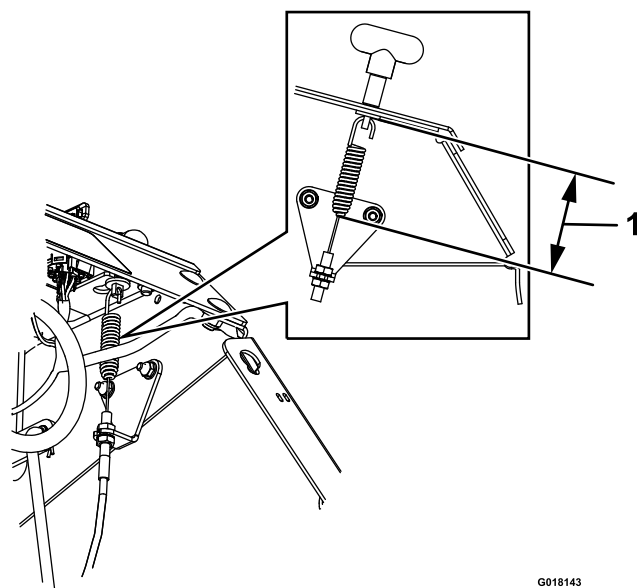

Figura 18
- Ajuste la posición de la tuerca hasta obtener un espacio de 7,9 cm desde la parte inferior del acoplamiento hasta el extremo inferior del muelle. Ver Figura 18.